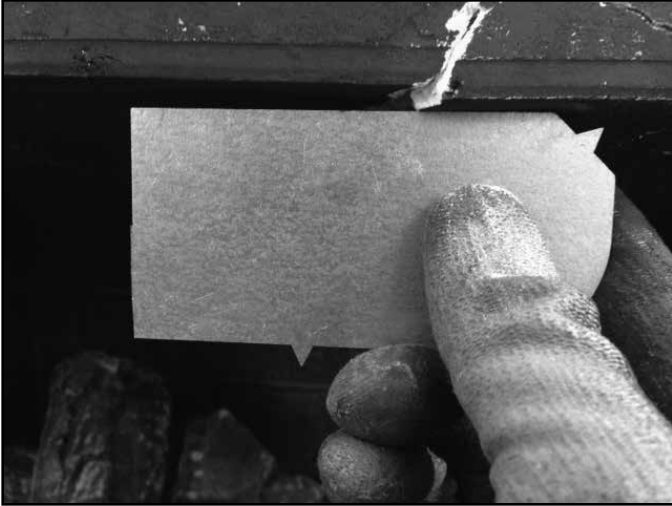

Figure 11.5. La surface plane de la boîte à feu est compromise et doit être remplacée
- Les fissures compromettent la surface plane de la boîte à feu. Voir la figure 11.5.